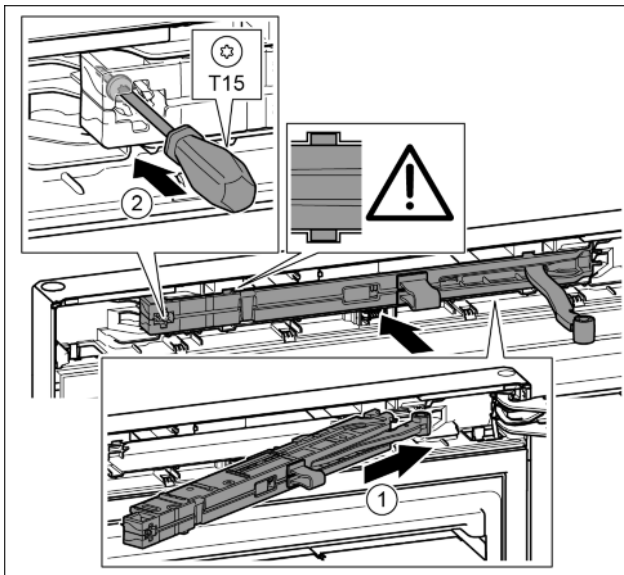

Fig. 21
- ▶ Sluitdempereenheid aan de zijde van de lagerbus tot de aanslag schuin in de uitsparing schuiven. Fig. 21 (1)
- ▶ Schroef met een schroevendraaier T15 vastschroeven. Fig. 21 (2)